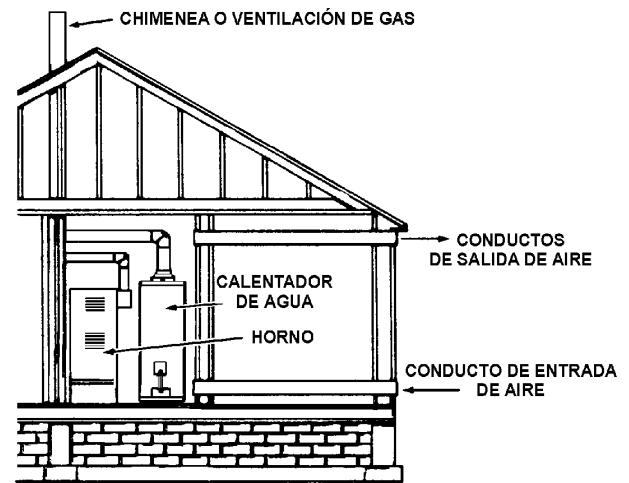

FIGURA 8.
3. Cuando la comunicación con el exterior es a través de conductos horizontales, cada abertura debe tener un área libre mínima de 1 pulgada cuadrada por 2,000 BTU por hora ($11 \text{ cm}^2/\text{kW}$) del aporte total de todos los aparatos instalados en ese espacio (ver Figura 8).
4. Cuando se usan conductos, el área de su sección transversal debe ser igual a la superficie libre de las aberturas a los que están conectados. La dimensión mínima del lado más corto de los conductos de aire rectangulares no debe ser inferior a 3 pulgadas (76.2 mm), ver Figura 8.